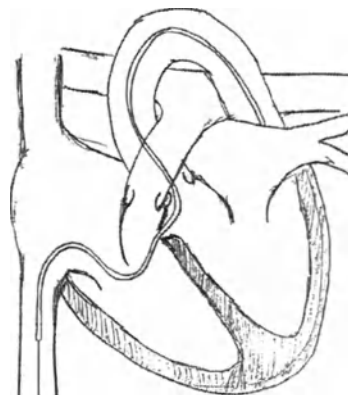

Рис. 5.3.4 – Продвижение катетера в верхнюю полую вену
- (Рис. 5.3.4) Удалите баллонный катетер или венозный катетер и продвигайте катетер JR на левую сторону, через проволоочный проводник катетера, через ДМЖП, пока он не достигнет нижней полую вены.